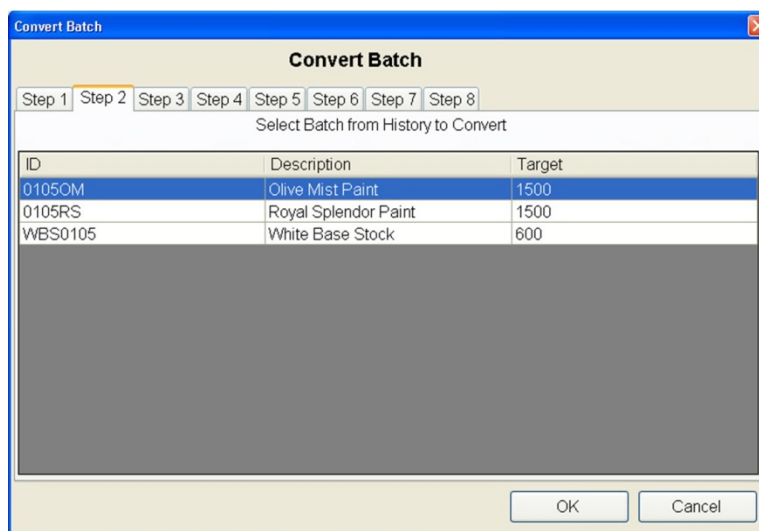

Figura 12-11: Pantalla de selección de receta
5. Aparece una pantalla como la que se muestra en la Figura 12-11. Seleccione la receta a ser convertida de la lista; en este caso está resaltada "Olive Mist Paint". Haga clic en OK para continuar.